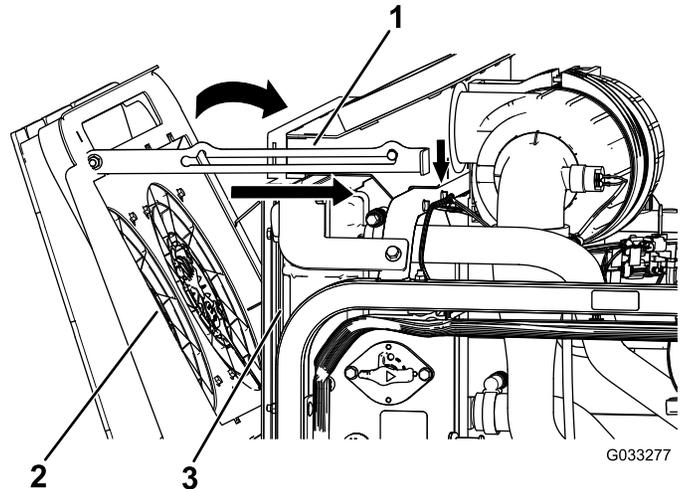

Figure 115
4. Faites pivoter les ventilateurs de refroidissement du moteur vers l'avant et calez la béquille dans le cran (Figure 115).